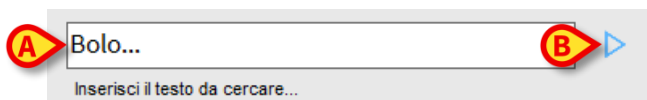

Fig 28
- Inserire all'interno della finestra il testo da ricercare (Fig 28 **A**).
- Cliccare il pulsante  (Fig 28 **B**). Il testo cercato sarà evidenziato all'interno del documento visualizzato.